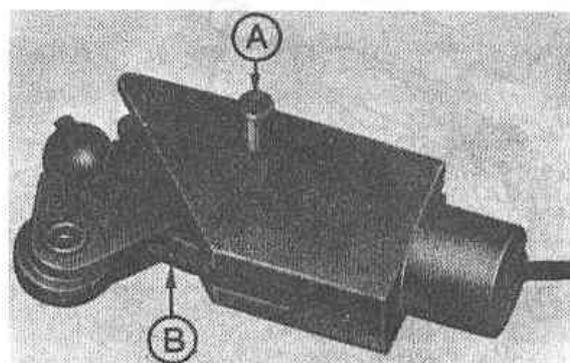

Рис.6.41. Снятие прямого штифта (А) и троса фиксатора (В) (Разд.11)
8. При помощи выколотки выбейте штифт и извлеките механизм и трос фиксатора (Рис.6.41).